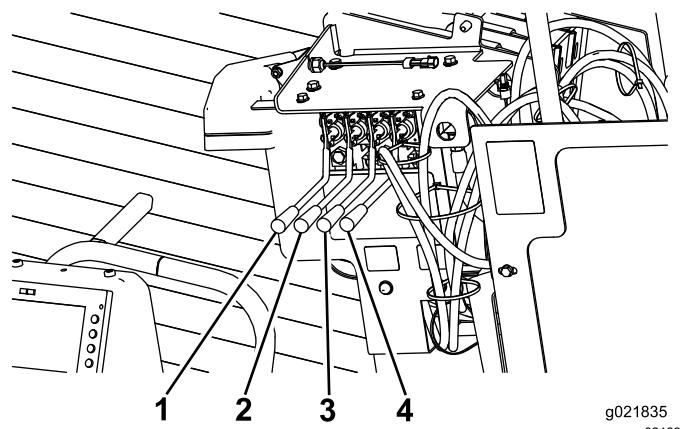

Figura 47
6. Pressione as duas alavancas da estaca de ancoramento direita para abaixar e girar o trado da estaca até seu completo assentamento (Figura 47).